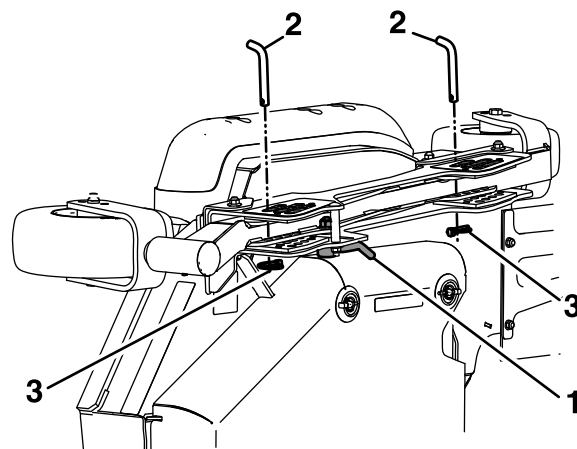

Рисунок 77
3. Разблокируйте кулачковые зажимы левой и правой боковых дек (Рисунок 77).
4. Снимите и сохраните стоп высоты скашивания боковых дек (Рисунок 77).